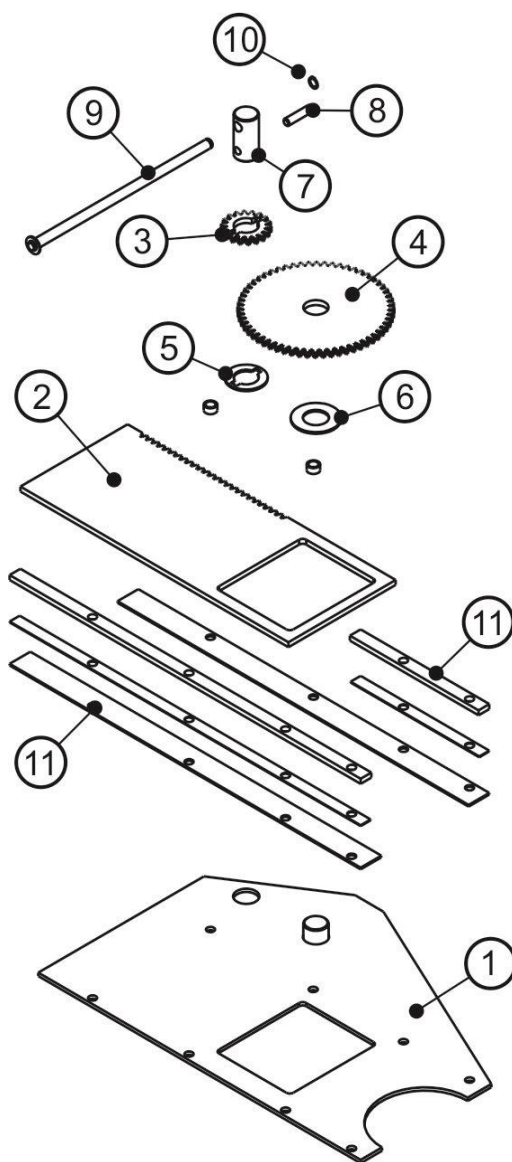

Рис.17
Плоский затвор (Рис.17) с реечным механизмом открывания и закрывания состоит из: подкладной плиты (1), шибера (2) с окном и зубчатой рейкой, малой (3) и большой (4) шестерен, фигурной (5) и проставочной (6) шайб, оси (7), штифта (8), рукоятки (9) со стопорным кольцом А20 ГОСТ 13942 (10).